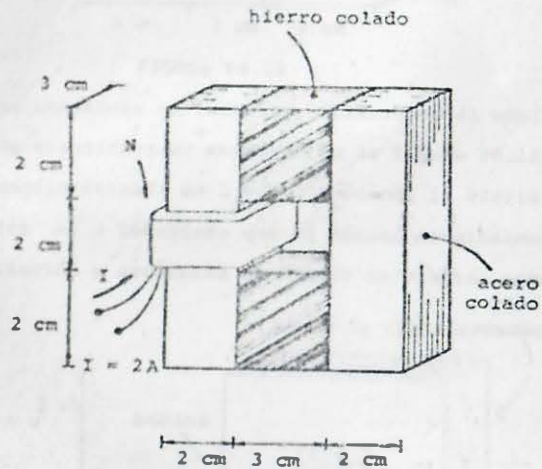

FIGURA P8.9
8.9 Se tiene un circuito magnético construido con dos materiales ferromagnéticos distintos, como el mostrado en la figura P8.9.